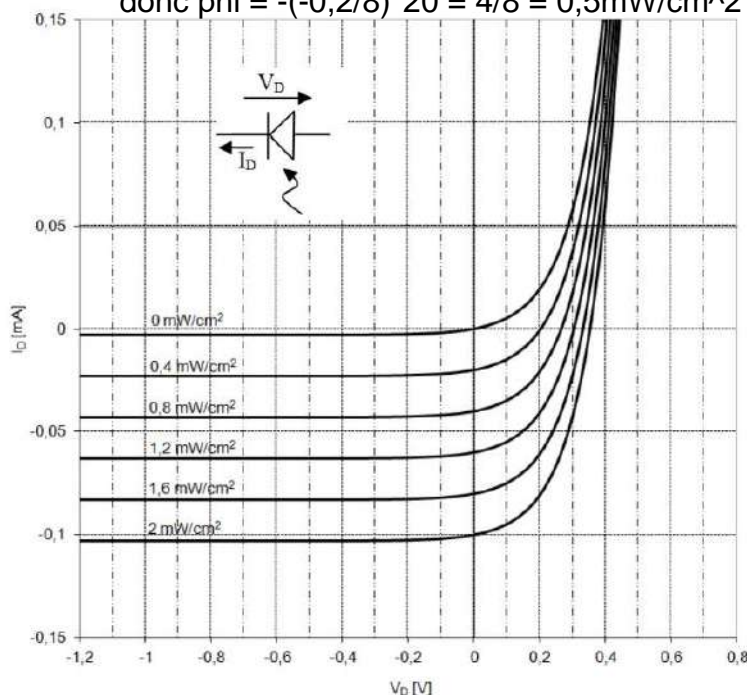
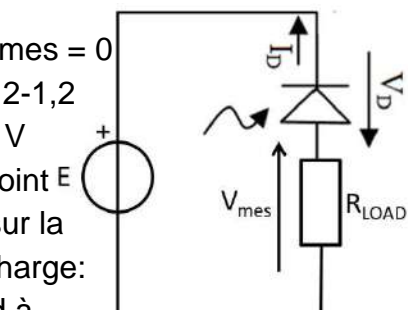

Fig.4. $I_D(V_D)$ d'une photodiode pour différents éclairagements (Q23 à Q25).
Fig.5. Circuit avec photodiode (Q25).
Q23. Le schéma équivalent *approché* d'une photodiode (exemple de caractéristique : figure 4) dans le 3^{ème} quadrant (I_D et V_D négatifs) quand la fréquence de l'éclairement tend vers zéro (BF) et quand elle tend vers l'infini (HF) est respectivement
Q24. Soit la photodiode dont la caractéristique est donnée sur la figure 4. Pour un éclairement ϕ continu constant compris entre 0 et 2 mW/cm^2 , quelle est la *meilleure* relation entre I_D et ϕ dans le 3^{ème} quadrant (I_D et V_D négatifs) ?
Q25. Soit le circuit de la figure 5 avec $E = 1,2$ V, $R_{\text{LOAD}} = 8$ k Ω et une photodiode dont la caractéristique est donnée sur la figure 4. Que vaut l'éclairement si $V_{\text{mes}} = 0,2$ V ? (Vous pouvez tracer la droite de charge sur la figure 4 ou vous servir de Q24 ou utiliser une autre méthode.)